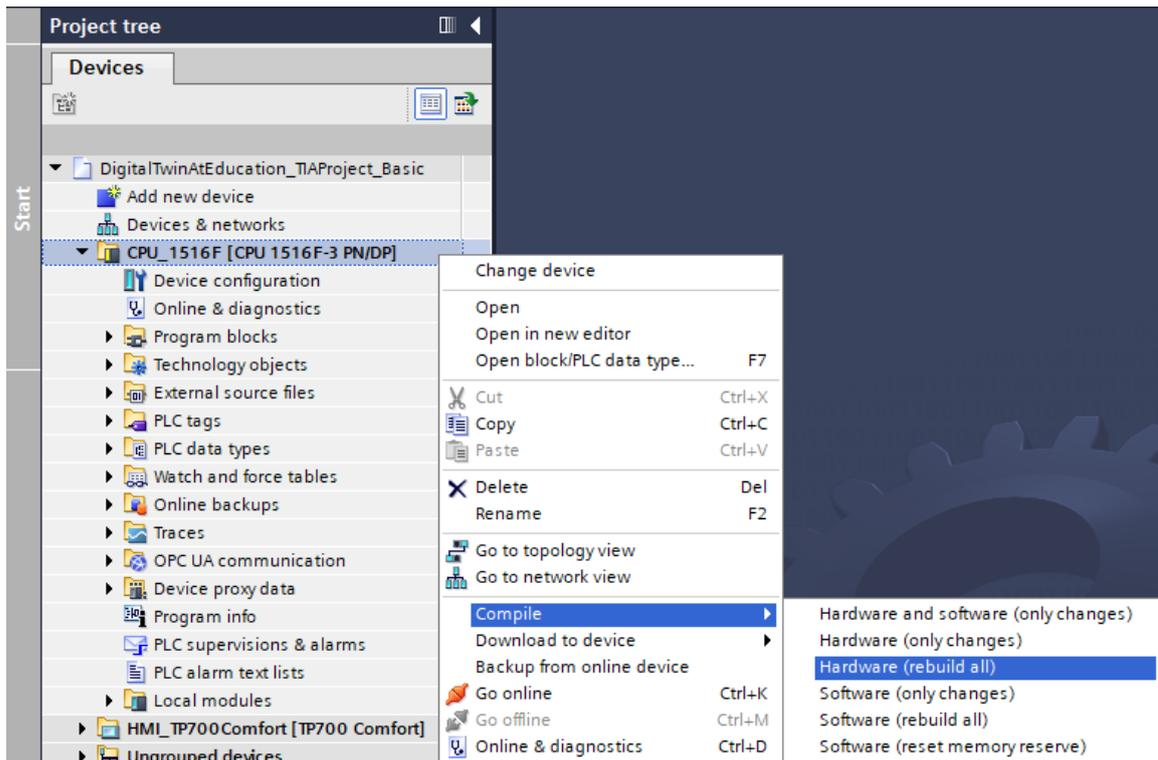

figura 8: Compilação de toda a configuração de hardware no projeto TIA
- Selecione a CPU "**CPU_1516F**" na navegação do projeto e clique com o botão direito nela. No menu suspenso que aparece, você verá o subitem "**Compile**" (Compilar). Em seguida, são exibidas várias opções aqui. Conforme mostrado na figura 8 comece compilando a configuração de hardware. Em (→ Project tree → (Navegação do projeto), selecionar "CPU_1516F" → Clicar com o botão direito em Compile → (compilar) → Hardware (rebuild all) (Hardware (compilar completamente))